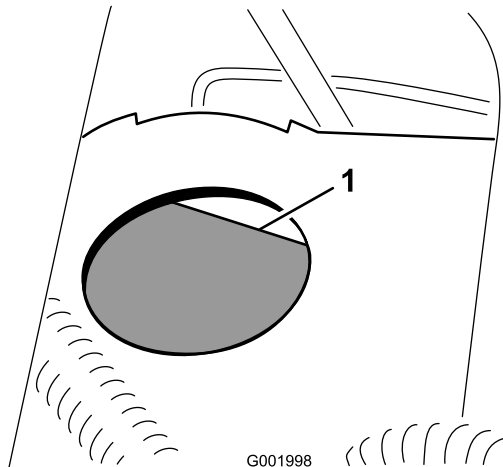

図 59
2. タンクの FULL マークまでオイルが入っているのを確認する (図 59)。